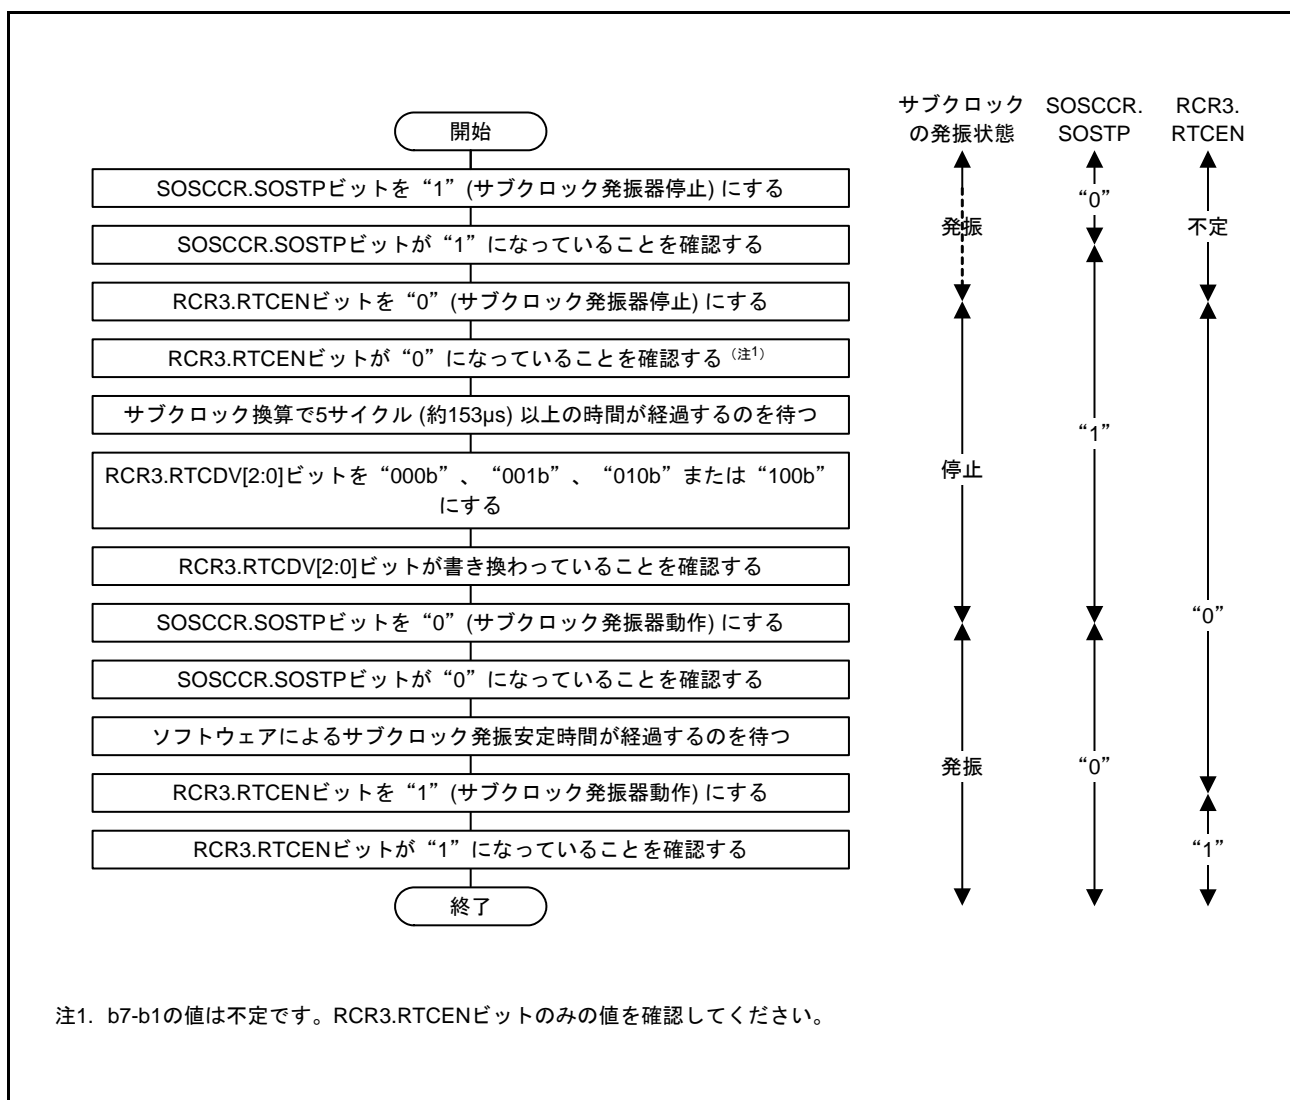

図 9.9 サブクロックをリアルタイムクロックのカウントソースに使用する場合の初期化フローチャート例
- サブクロックをシステムクロックとして使用し、かつリアルタイムクロックのカウントソースとして使用する場合は、図 9.9 のフローチャートの例に従って初期設定してください。その後、「24.3.2 クロックとカウントモード設定手順」に記載されたクロック設定手順に従って設定してください。